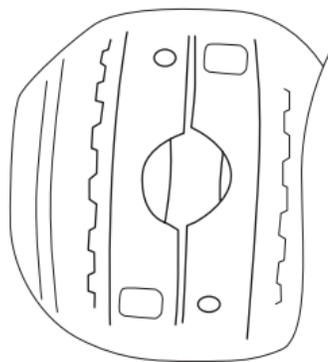

Рис. 8
12. Совместите пазы под ось сателлитов на распорных муфтах [3] и протолкните штифты через окна в противоположные муфты (рис. 8).